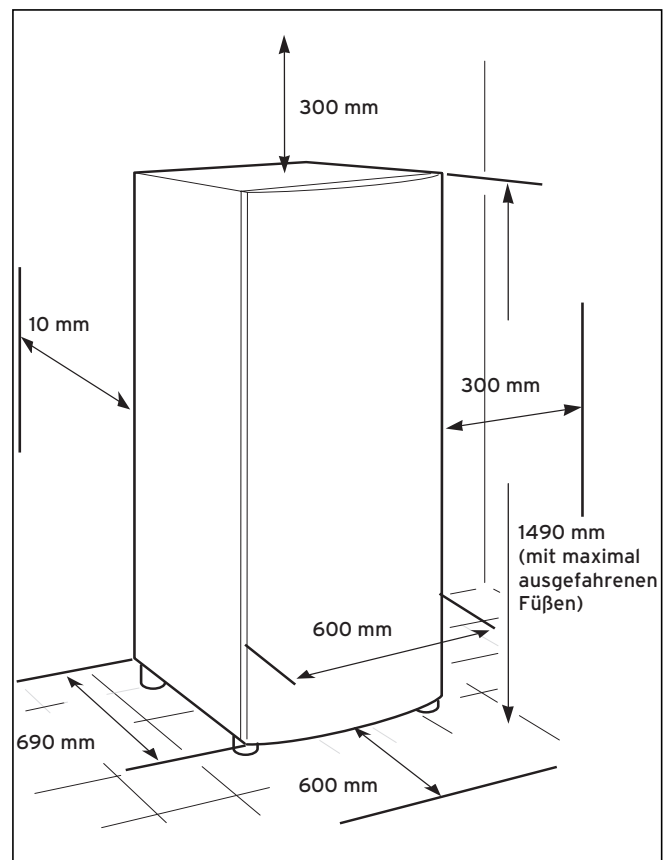

Abb. 3.4 Erforderlicher Wartungsfreiraum um die Wärmepumpe
- Führen Sie unter Berücksichtigung der Geräte- und Anschlussabmessungen (siehe Abbildung 3.4 und 5.1) eine Kernbohrung für die Futterrohre aus (1).